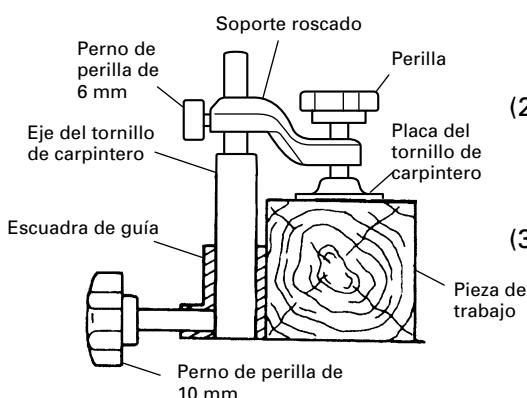

Fig. 17
- (1) El conjunto de tornillo de carpintero puede montarse en la escuadra de guía izquierda (escuadra de guía (B)) o bien en la escuadra de guía derecha (escuadra de guía (A)) aflojando el perno de perilla de 10mm.
- (2) El portatornillo puede elevarse o bajarse de acuerdo con la altura de la pieza de trabajo aflojando el perno de perilla de 6mm. Después del ajuste, apriete firmemente el perno de perilla de 6 mm y fije el portatornillo.
- (3) Gire la perilla superior y fije firmemente la pieza de trabajo en su lugar (Fig. 17).